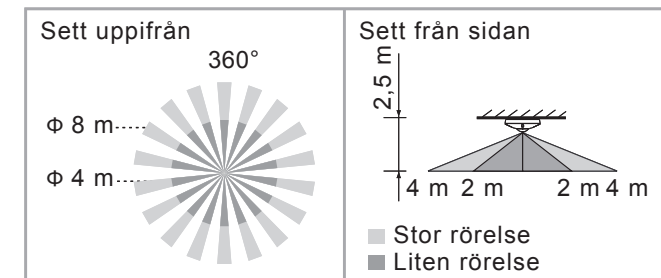

FIG. 2
- 3.1.1 Detektorerna kan installeras på en höjd av 2 - 5 m med en rekommenderad höjd av 2,5 m eftersom den ger det bästa avkänningsmönstret Avkänningsområdet kan ha en diameter på upp till 8 m och en avkänningsvinkel på 360° (se fig. 2).